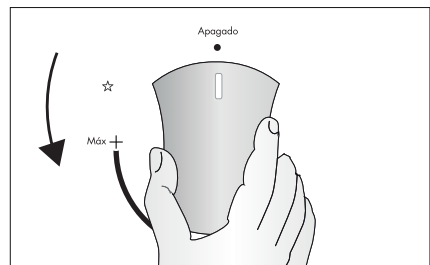

Figura 19
- Presione la perilla y gírela en el sentido contrario a las manecillas del reloj hasta la posición de flujo máximo, al presionar la perilla se genera la chispa necesaria para la ignición). Una vez encendido el quemador suelte la perilla que activa el sistema de ignición (Ver figura 19).